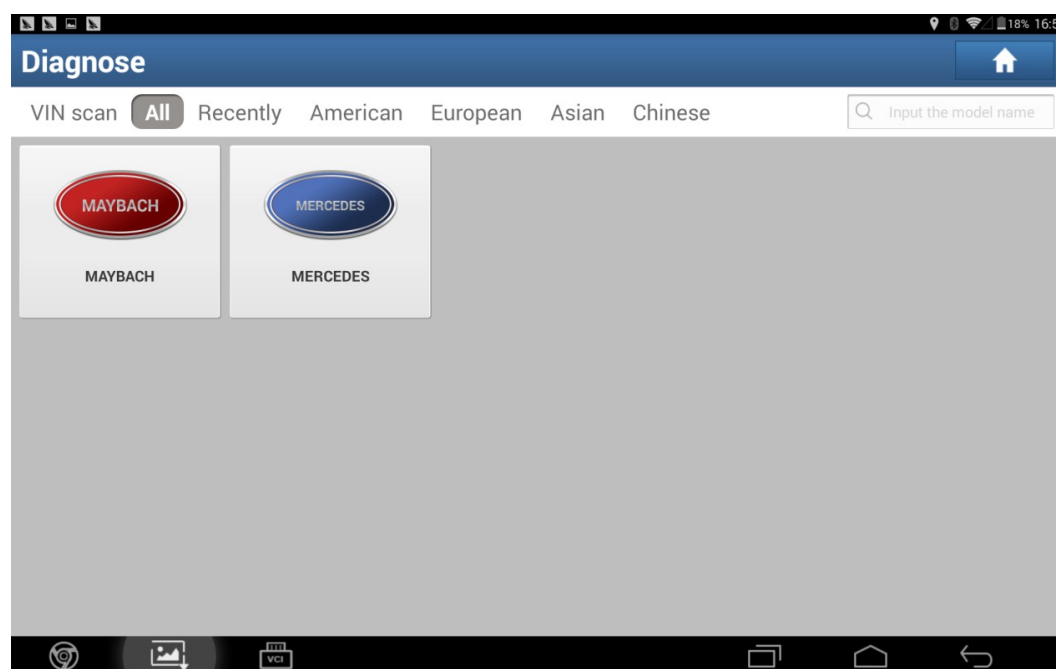

Fig. 2
2. Selezionare l'icona MERCEDES, vedere le due immagini in Fig. 2;